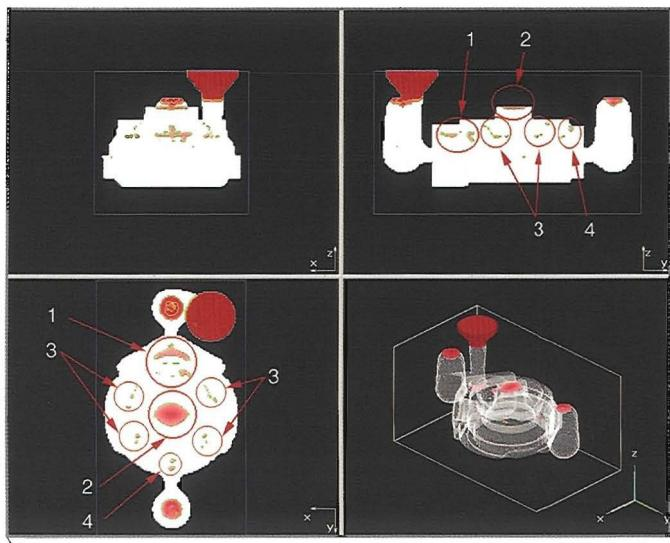

Рис. 2
Для выявления мест, подверженных дефектам усадочной природы, в модуле "Полная задача" выполнено моделирование отливки действующего корпуса — с учетом заполнения формы расплавом. Компьютерный расчет показал наличие усадочных раковин (рис. 2) в межфланцевом пространстве (1), сальниковом части (2), бобышках (3) и